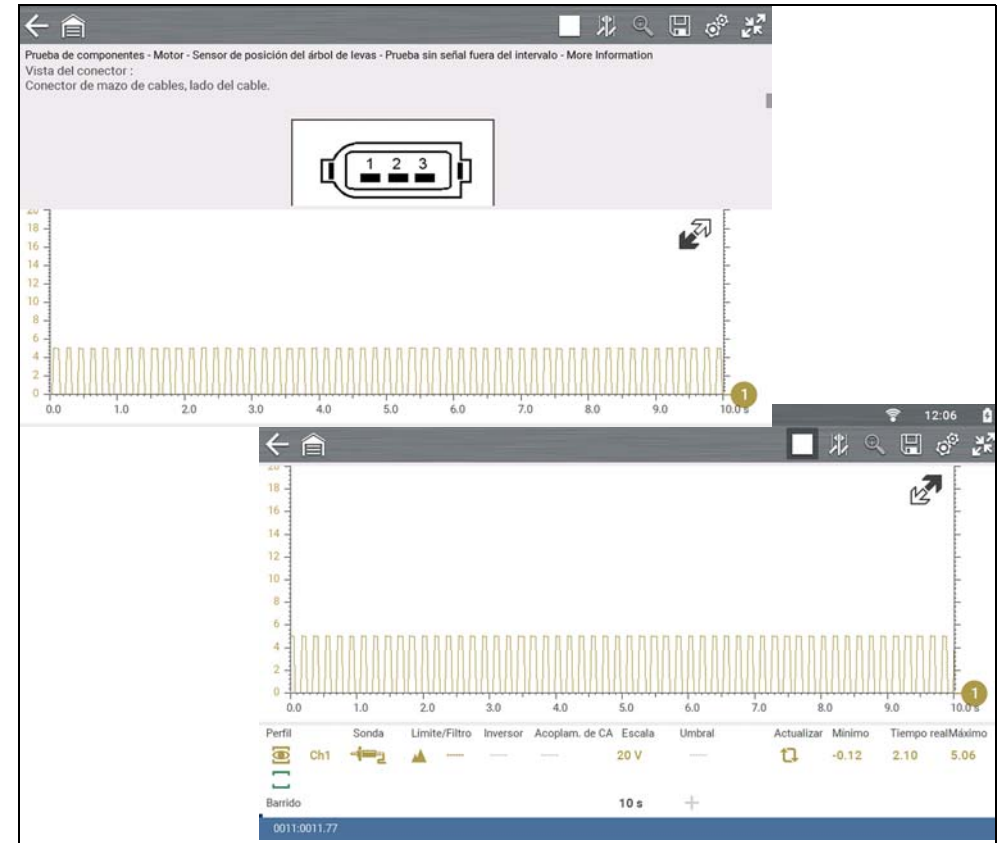

Figura 7-9
4. Utilice el icono **Ampliar/contrair** para alternar entre las vistas de pantalla completa y pantalla dividida, y mostrar el panel de control (*Figura 7-9*).